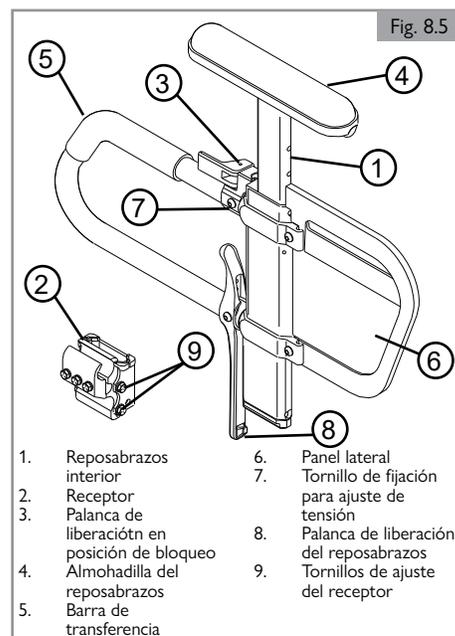

Fig. 8.5
**8.5 Reposabrazos ajustable en altura de una sola posición (opcional) (Fig. 8.5)**